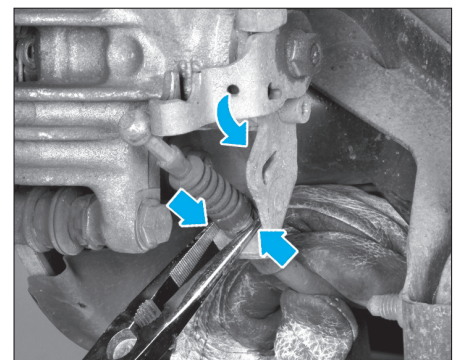

FIG. 10
- Enfoncer le levier de frein à main dans le sens de la flèche et décrocher le câble de frein à main du levier de frein (Fig.10).